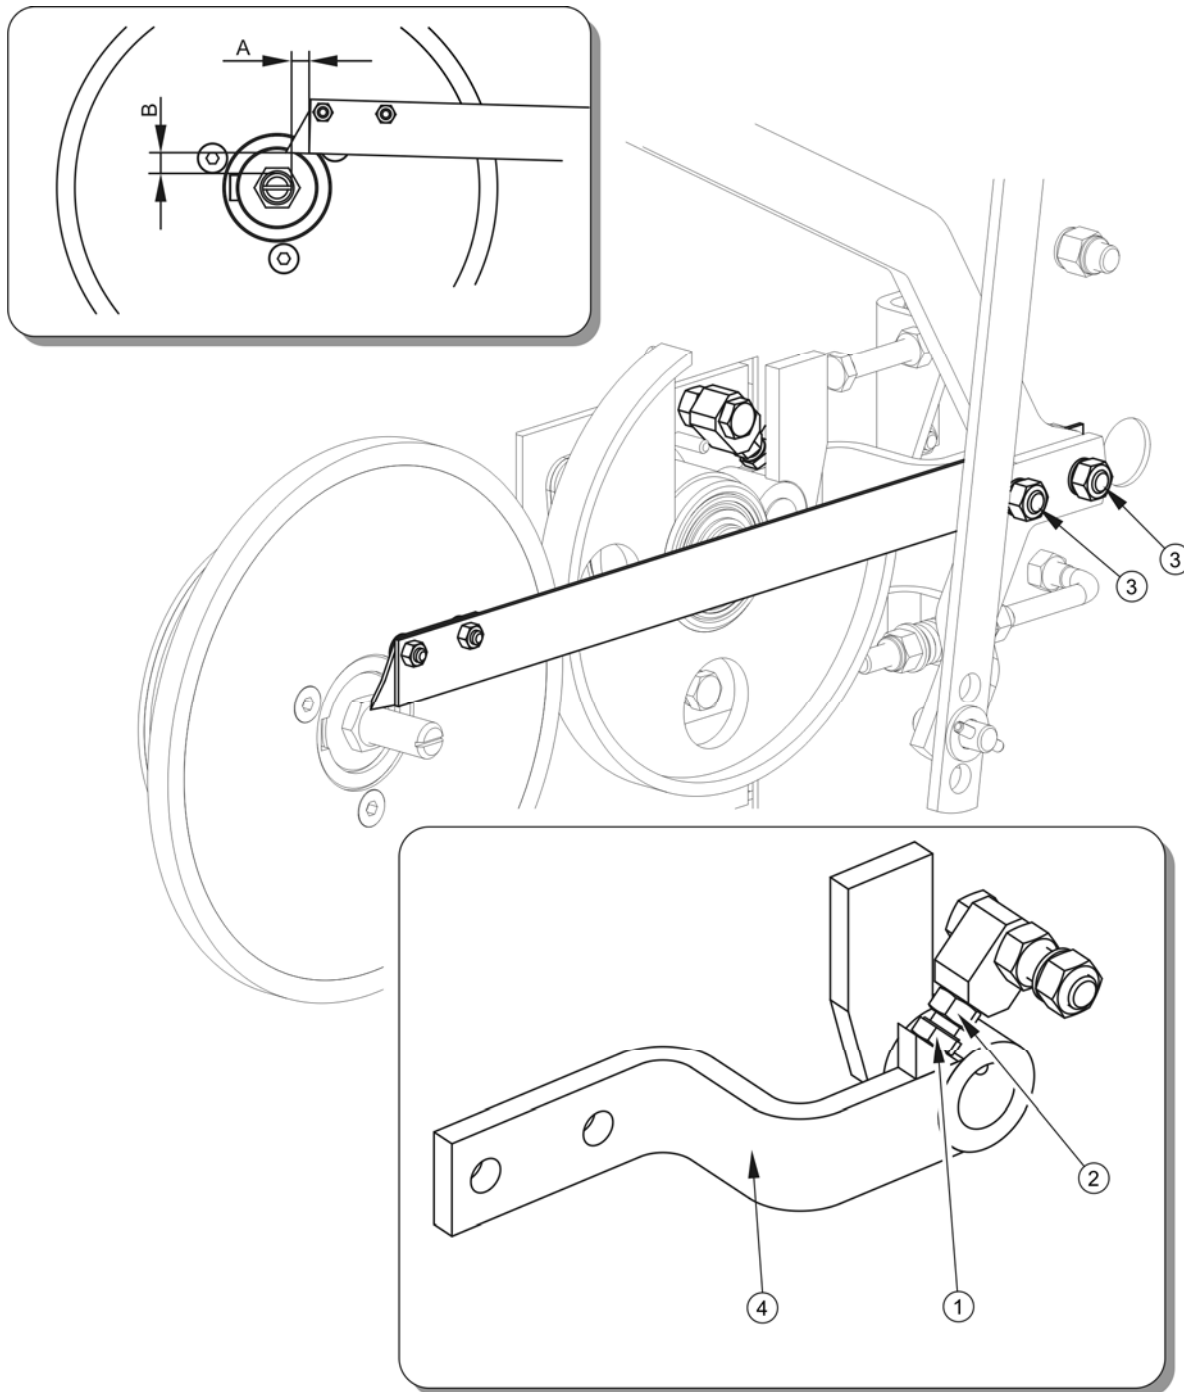

РИСУНОК 5.32 Регулирование положения упругого плеча
- ➔ Ослабить крепежные гайки 3 рисунок 5.32 .